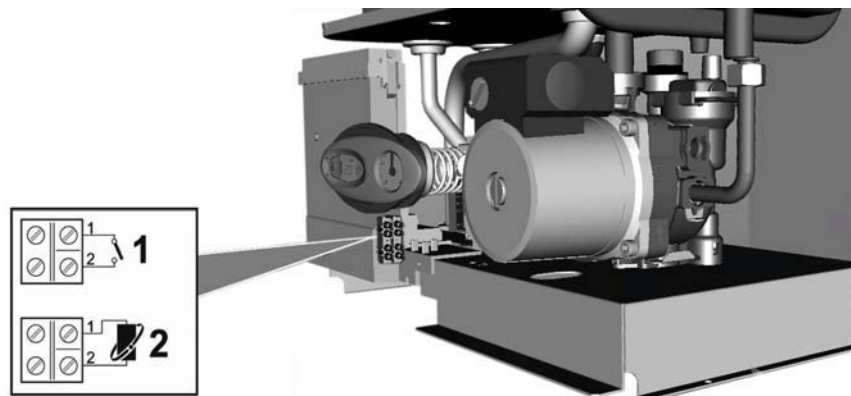
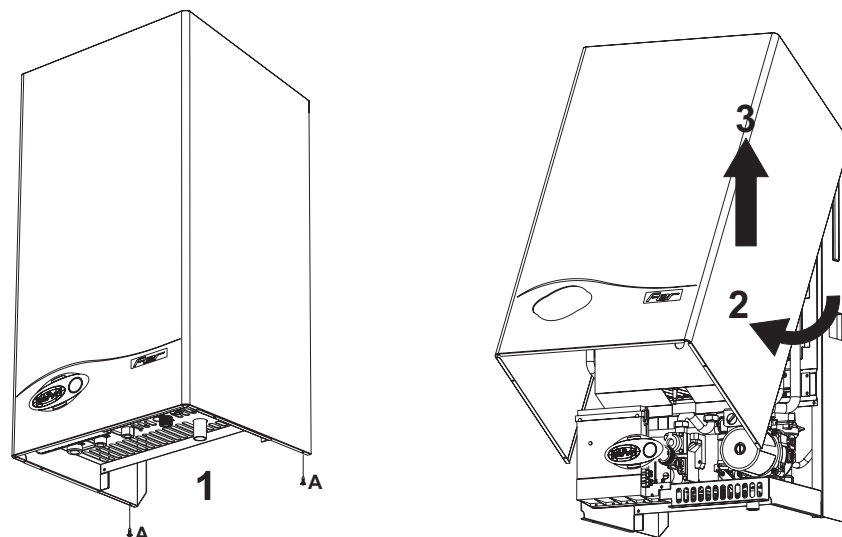

fig. 14 - Accesso alla morsettiera
fig. 17 - Apertura mantello
Dopo aver rimosso il pannello anteriore della caldaia (vedi fig. 17), è possibile accedere alla morsettiera per il collegamento del termostato ambiente (part. 1 fig. 14) oppure del cronocomando remoto (part. 2 fig. 14).
1. Svitare le viti A (vedi fig. 17).
2. Ruotare il mantello (vedi fig. 17).